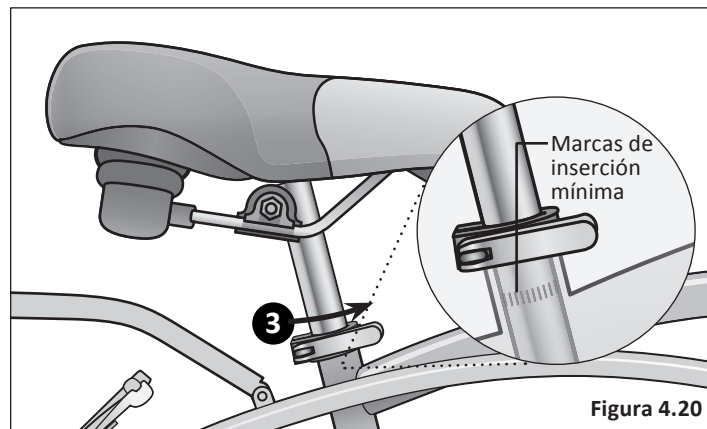

Figura 4.20
- ❸ Cierre la palanca de liberación rápida y bloquee el sillín en su lugar. Si no hay suficiente presión para sujetar el sillín en su lugar, abra la palanca de liberación rápida. Con una mano sobre la palanca de liberación rápida y otra en la tuerca de ajuste, empiece a apretar la tuerca de ajuste a mano hasta que comience a sentir cierta resistencia contra la horquilla. **No** intente apretar girando la palanca de liberación rápida. La palanca de liberación rápida es para cerrar, la tuerca de ajuste es para ajustar la presión. **Figura 4.20**
- ❹ Intente cerrar la palanca de liberación rápida. Si se cierra fácilmente, ábrala y apriete más la tuerca de ajuste. Si es muy difícil de cerrar, abra la palanca de liberación rápida, afloje la tuerca de ajuste un poco y vuelva a intentarlo.